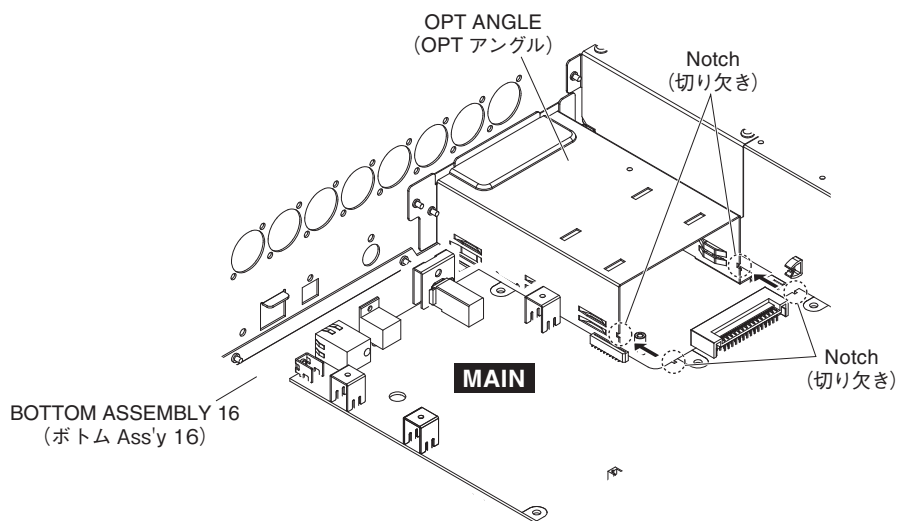

Fig. 9 (図9)
- * **When installing the MAIN circuit board, align the notch of the MAIN circuit board with the notch of the OPT angle. (Fig. 9)**
- ※ MAIN シートを取り付ける際は、MAIN シートの切り欠きを OPT アンクルの切り欠きとあわせてください。(図 9)